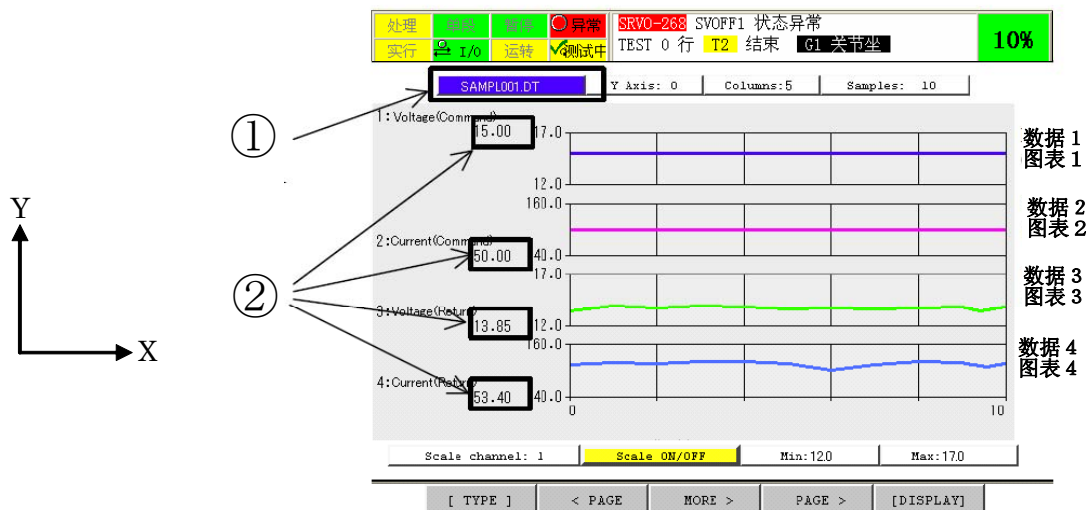

图 9.39.4 数据监视器图画面
- 6 图 9.39.4 的①中，显示监视记录的文件名。将光标移动到①按下 ENTER 键时，显示文件选择画面，即可选择保存在外部存储装置中的扩展名为“.DT”的文件。
- 7 图 9.39.4 的②中，显示各图表的 Y 轴方向的最新值。
- 8 “Y Axis:”（Y 轴:）可以对所显示图表的相互间进行比较。图 9.39.4 的状态下，在“Y Axis:”中设定 1 时，图表 1 上重叠显示数据 2～4。“Y Axis:”中设定 2 时，图表 2 上重叠显示数据 1、数据 3～4。
- 11 “Scale channel:”（尺度通道:）、“Scale ON/OFF”（尺度开/关）、“Min:”（最小的数值:）、“Max:”（最大的数值:），可以改变各图表的 Y 轴方向的尺度。首先，在“Scale channel:”中输入希望变更尺度的图表的号码。在图 9.39.4 的状态下，在“Scale channel:”中设定 1，即可以变更图表 1 的尺度。然后，在“Min:”和“Max:”中设定 Y 的轴的最小值和最大值。设定后，移动到“Scale ON/OFF”，按下 ENTER 键时，改变由“Scale channel:”所指定的图表的 Y 轴方向的尺度。